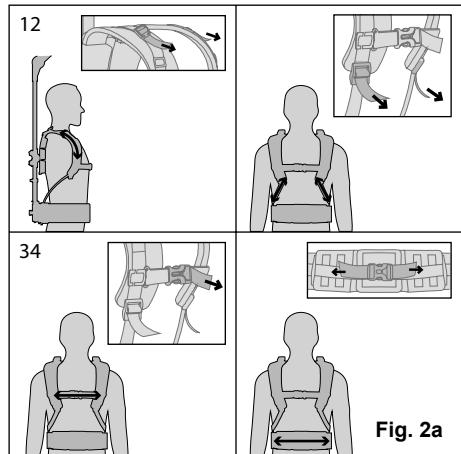

Fig. 2a
- Pas de banden aan naar persoonlijke voorkeur (Fig. 2a).